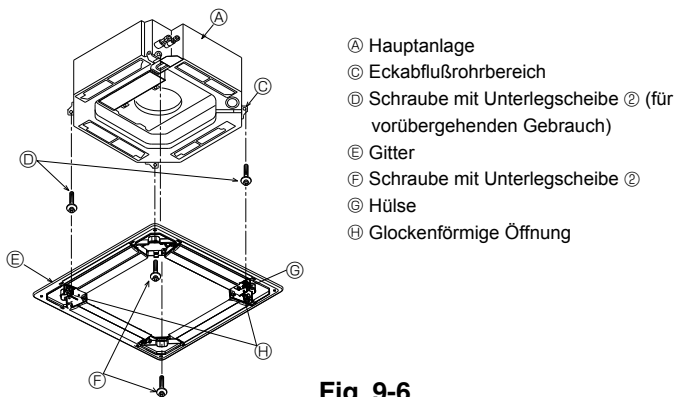

Fig. 9-6
9.4.2. Vorläufige Installation des Gitters (Fig. 9-6)
- Das Gitter provisorisch mit den glockenförmigen Öffnungen sichern, indem die Hülse des Gitters mit der Kennzeichnung ③ auf den Ablaufrohrbereich in der Ecke der Hauptanlage gesteckt wird.